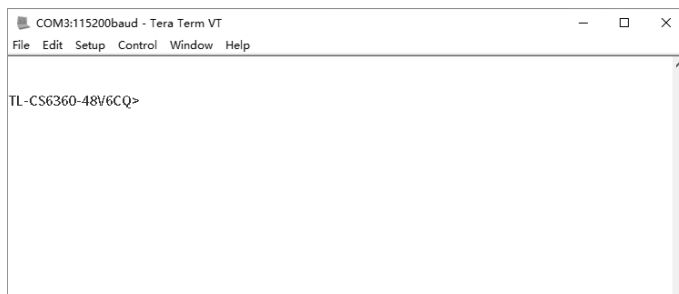

图4-6 Console登录
- 在主窗口中输入回车键,可以看到“TL-CS6360-48V6CQ>”的提示符,说明已成功登录交换机,如图4-6所示。